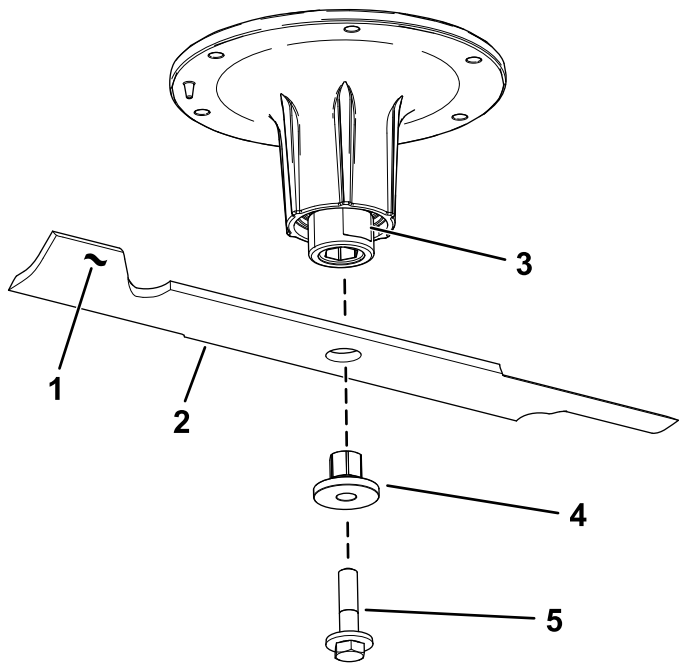

Figura 75
2. Retire el perno de la cuchilla, el buje y la cuchilla del eje (Figura 75).